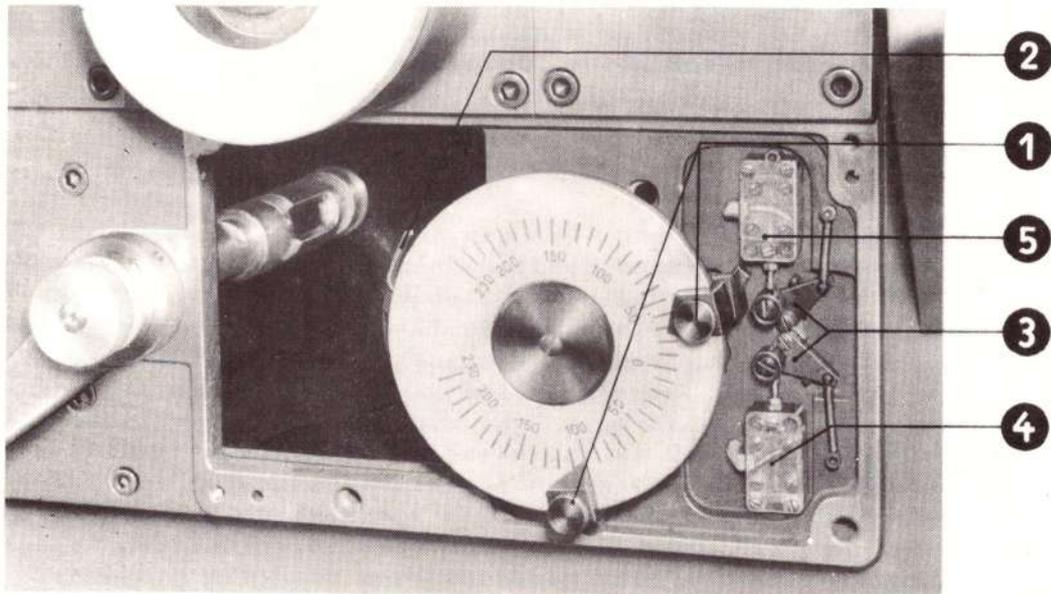

Bild 6: Querweg - Schaltelemente an der Frontplatte
- 1) Einstellung an der Frontplatte (siehe Bild 6)